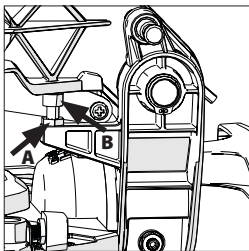

Fig. 11A + 11B
- Allentare il controdado sulla vite di regolazione del movimento verso il basso con una chiave a tubo da 10 mm (non in dotazione) (**Fig. 11A**).